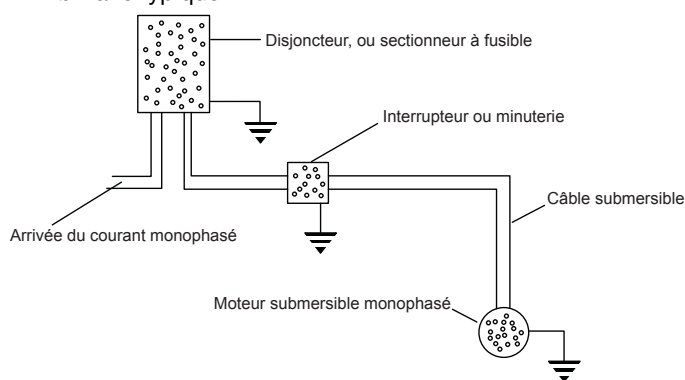

FIGURE 2
7. Une pompe bifilaire n'a pas besoin de boîte de commande, les composants électriques étant intégrés au moteur. La Figure 2 illustre une installation à liaison bifilaire typique.
3. Poser un pressostat entre la soupape de décharge et le réservoir à pression. Les Figures 2, 3 et 4 illustrent un raccordement adéquat du pressostat.